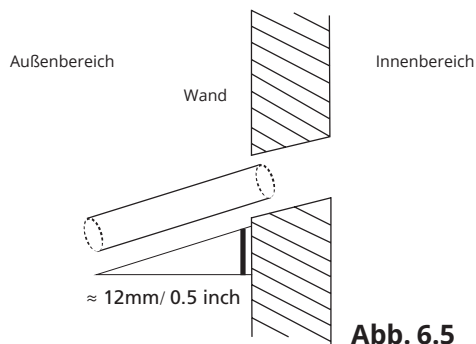

Abb. 6.5
3. Bohren Sie mithilfe eines 65mm (2.5in) oder 90mm (3.54in) Kernbohrers ein Loch in die Wand. Stellen Sie sicher, dass Sie mit einer leichten Neigung nach unten bohren, sodass die Außenkante der Bohrung um etwa 12 mm (0,5 ") unter der Innenkante liegt. So wird der effektive Abfluss des Wassers gewährleistet (Siehe Abb. 6.5). Setzen Sie den Schutzmantel in die Bohrung. Somit werden die Enden der Bohrung geschützt und der Verschluss am Ende der Installationsarbeiten erleichtert.